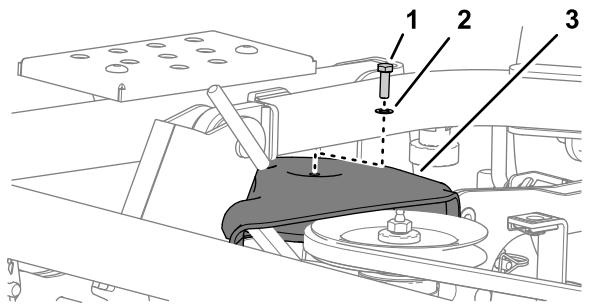

図 117
2. プーリカバーを刈り込みデッキに固定しているボルトとワッシャーを外す図 117。
1. プーリカバーを、一番右側のプーリに合わせる図 117 プーリカバーの取り外し (ページ 72) を参照。